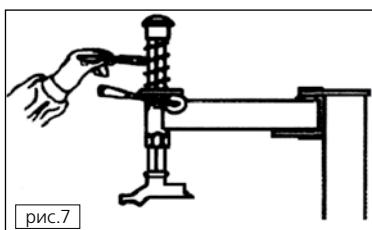

рис.7
- Протирайте поворотный стол жидким негорючим моющим средством, высушивайте и смазывайте маслом скользящую поверхность зажимных кулачков (**рис. 7**).